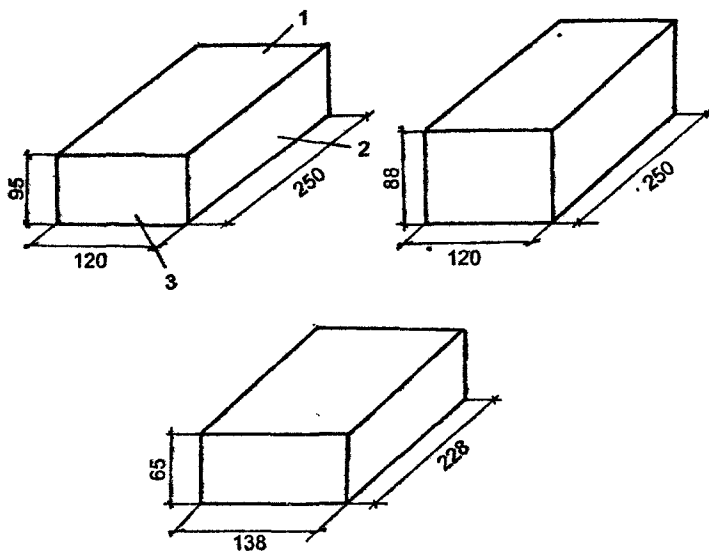

Рис. 28. Кирпич сплошной:
• **Кирпич** изготавливают из легкоплавких глин с добавками или без них. Для фундаментных работ используют глиняный полнотелый красный кирпич пластического формования. В зависимости от размеров кирпич (рис. 28) подразделяется на кирпич обыкновенный, утолщенный, модульный.